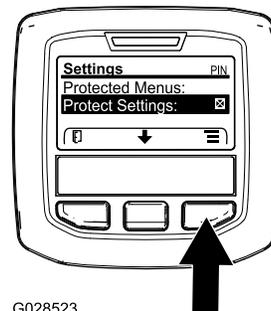

Bild 16
1. Navigieren Sie vom Hauptmenü mit der mittleren Taste auf das Menü EINSTELLUNGEN und drücken Sie die rechte Taste (Bild 16).